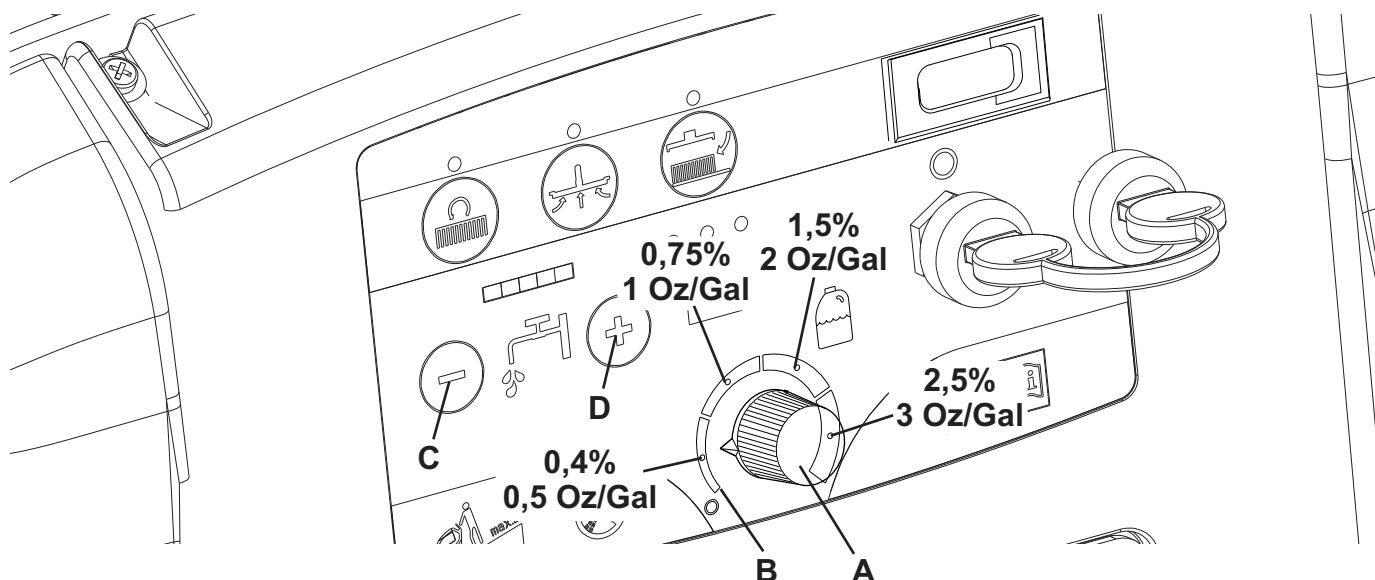

Figure 5
1. Tourner le pommeau (A, Fig. 5) dans le sens des aiguilles d'une montre pour augmenter la concentration du détergent et dans le sens contraire pour la réduire.
2. Les 4 zones colorées (B) correspondent aux valeurs des concentrations moyennes de détergent utilisé indiquées dans la figure.
3. Tourner le pommeau (A) complètement dans le sens contraire aux aiguilles d'une montre pour réduire à zéro la quantité de détergent.